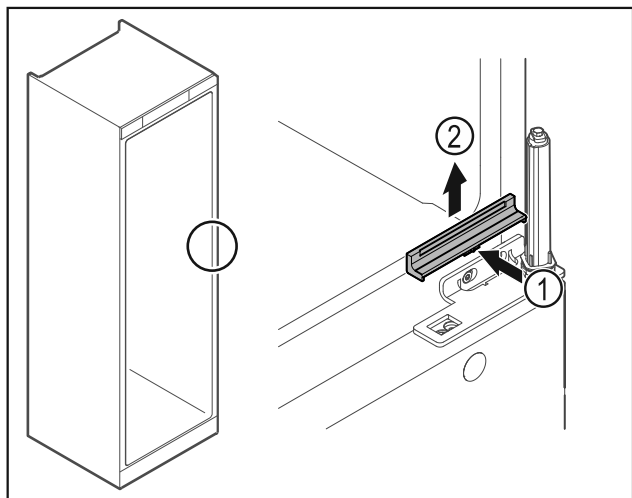

Fig. 26
- ▶ Lagano pritisnite poklopac Fig. 26 (1) na sredini i skinite ga prema gore Fig. 26 (2).